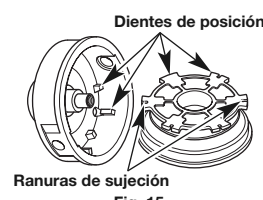

Fig. 15
6. Compruebe que los dientes de posición y las ranuras de sujeción no estén desgastados (Fig. 15). Si fuera necesario, quite las rebabas o cambie el carrete interior y la bobina exterior.